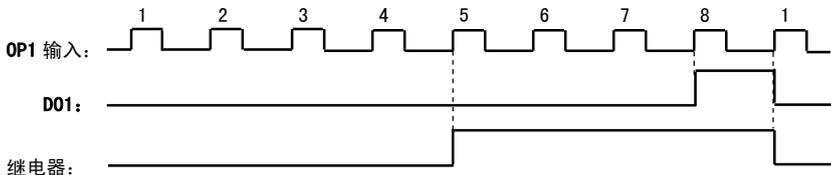

图 5-6 设定计数次数与指定计数次数示意图
- 设定计数次数是指从 OP1 输入多少个脉冲时，被编程为“设定计数值到达”功能的输出端子 (D01 端子或继电器) 输出一个计数宽度的脉冲。计数值到达“设定次数”后，计数重新开始。如图 5-6 所示：若 F313=1、F314=8，F301=8，当 OP1 输入第 8 个脉冲时，D01 输出一个指示信号。
- 指定计数次数是指从 OP1 输入多少个脉冲时，被编程为“指定计数值到达”功能的输出端子 (D01 端子或继电器) 输出一个脉冲，直到计数值到达“设定次数”为止。如图 5-6 所示：若 F313=1、F314=8，F315=5，F300=9，当 OP1 输入第 5 个脉冲时，继电器输出一个指示信号，直到“设定计数次数 8”到达为止。